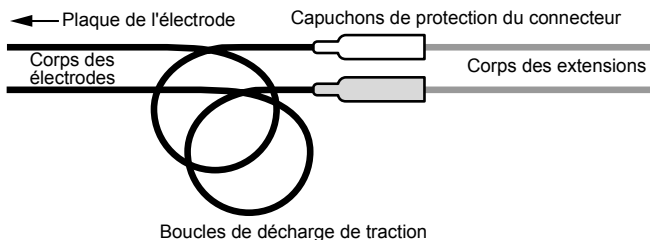

Figure 3. Boucles de décharge de traction réalisées avec les corps des électrodes.
1. Tout en maintenant l'électrode en place, créer une boucle de décharge de traction avec chaque corps d'électrode en les enroulant à proximité des capuchons de protection du connecteur (Figure 3).